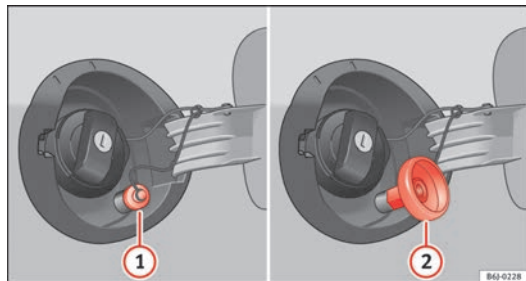

Fig. 119 Bouchon du réservoir ouvert avec goulot de remplissage de GPL et adaptateur.
⇒ fig. 119 ①.
- Vissez l'adaptateur nécessaire ⇒ fig. 119 ② dans le goulot de remplissage de gaz ①.
- Dévissez l'adaptateur ⇒ fig. 119 ②.
- Vissez le bouchon du goulot de remplissage de gaz ⇒ fig. 119
①.